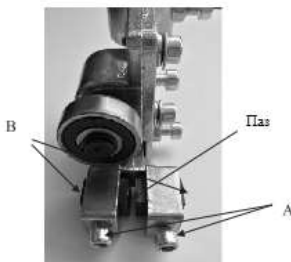

Рисунок 9
- Затяните винт (Рис. 9А).
(Рис.9А) и (рис.9В), чтобы пространство, полотно в паз верхнего